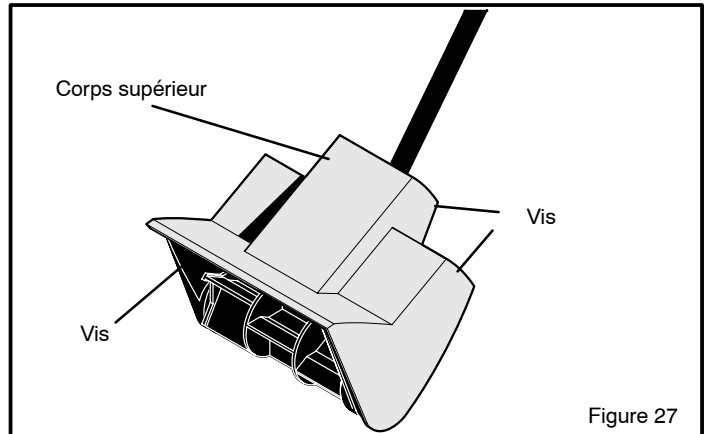

Figure 27
- Retirer les onze (11) vis attachant le corps supérieur au corps inférieur de la pelle à neige et enlever le corps supérieur. Figure 27.